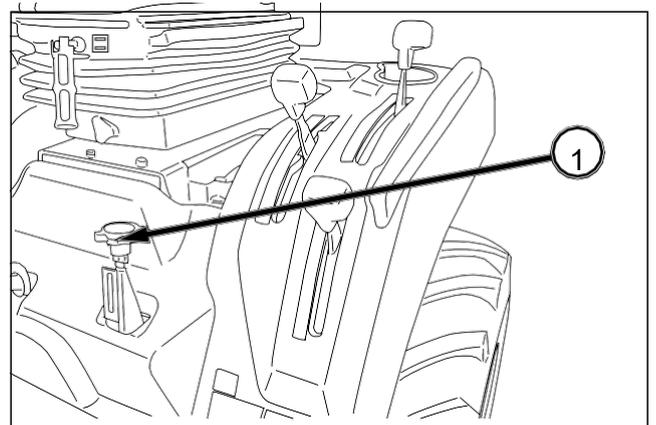

FIG. 55
FIG. 55: Regulable en 7 niveles mediante la rueda de ajuste de la altura de corte (1). Gire la rueda en sentido horario para aumentar la altura de corte del plato de corte y en sentido antihorario para bajar la altura de corte del plato de corte.